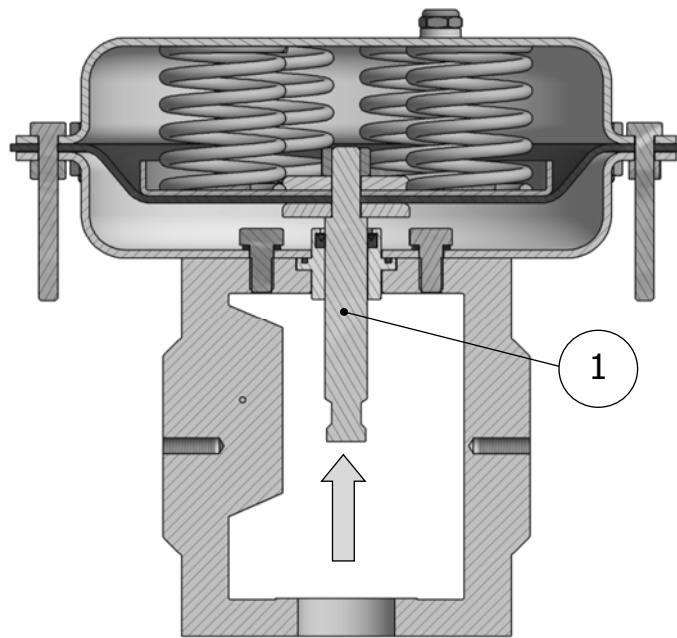

Abb. 8 Inverser Stellantrieb
Beim inversen Stellantrieb führt ein Erhöhen des Signals zum Eintreten des Schaftes (1) (Abb.8 und 10)